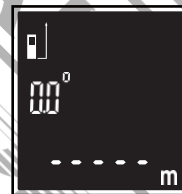

Fig. 3
Mise en marche (Fig. 3)
- La référence de mesure par défaut est le bas de l'appareil. (Fig. 3)